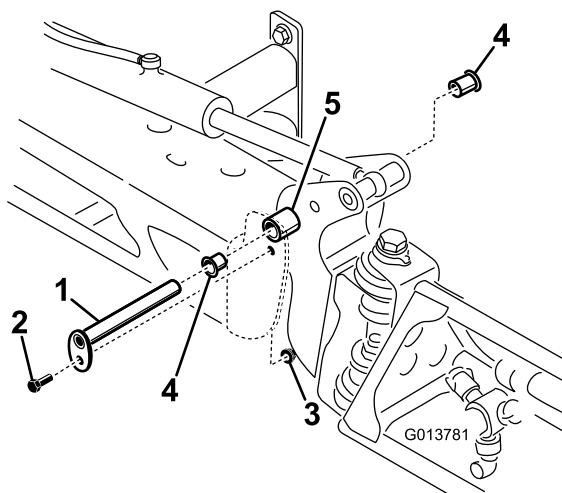

Рисунок 76
3. Поддерживая стрелу, отверните болт и гайку крепления оси поворота к узлу стрелы (Рисунок 76).
4. Снимите ось поворота (Рисунок 76).
6. Снимите и осмотрите нейлоновые втулки с передней и задней сторон кронштейна шарнира (Рисунок 76).
8. Установите стрелу и кронштейн поворота в сборе в центральную раму, совместив отверстия (Рисунок 76).